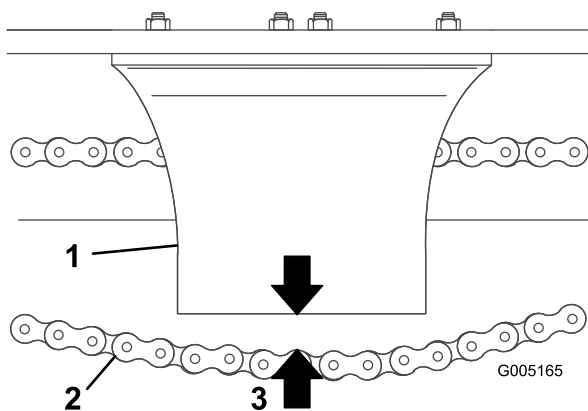

Figura 33
4. Mida la distancia entre la parte inferior del protector de la cadena y el tramo inferior de la cadena (Figura 33). Si la holgura de la cadena no está en el intervalo de 1-1/2 a 2-1/2 pulgadas (3,8 a 6,35 cm), ajuste la tensión (consulte Ajuste de la tensión de la cadena de transmisión (página 33)).
cadena y el tramo inferior de la cadena está en el intervalo de 1-1/2 a 2-1/2 pulgadas (3.8 a 6.35 cm) (Figura 33).